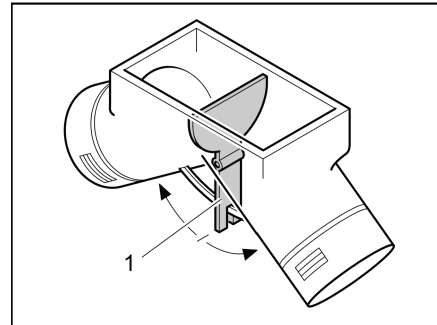

Bild 108 Umluftgebläse, Einstellklappe in Mittelstellung
In Mittelstellung verteilt sich die Warmluft gleichmäßig auf die beiden Warmluftausgänge. Der Bedienelement (Bild 108,1) für die Einstellklappe ist unter der Bodenklappe im Kleiderschrank eingebaut.
- Bedienelement (Bild 108,1) in Pfeilrichtung schieben, bis gewünschte Position erreicht ist.